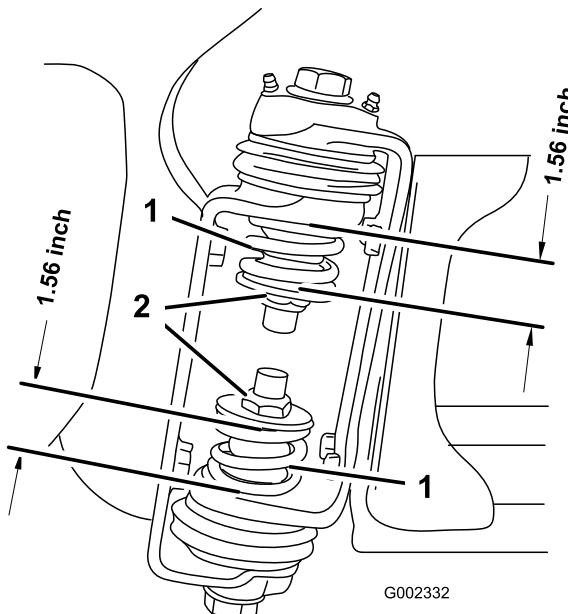

図3
- ブームが開いた状態で、ブーム蝶番の部分で上部スプリングと下部スプリングの圧縮状態の長さを測定する(図3)。